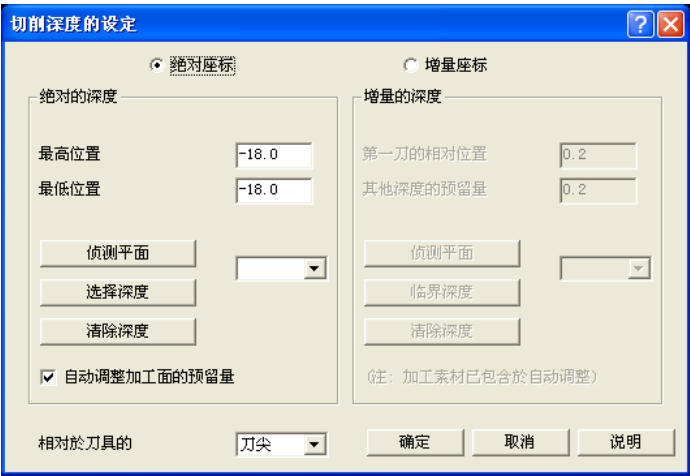

图 7-11 步骤 7) 切削深度的设定
7) 复制步骤 6)，在“曲面加工参数”选项卡中将加工的曲面/实体预留量改为 0，在“粗加工参数”选项卡，单击“限定深度”，在“切削深度的设定”对话框中，点选“绝对坐标”，设定最高位置：-18.0、最低位置：-18.0，勾选“自动调整加工面的预留量”，其余参数均默认，如图 7-11 所示。